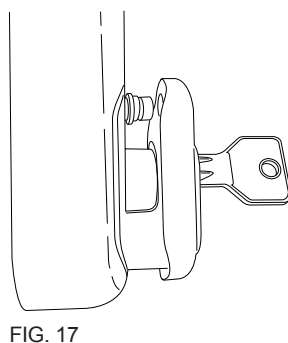

FIG. 17
2. Ruotare la chiave fino ad allineare la camma e sfilare il blocco cilindro dall'elettromaniglia fig. 17;
2. Turn the key until the cam is in line and remove the cylinder block from the electric handle (fig. 17);
2. Tourner la clé de manière à aligner la came et retirer le bloc-cylindre de la poignée électrique fig. 17 ;
2. Gire la llave hasta alinear la leva y extraiga el bloque del cilindro de la electromanilla Fig. 17;
2. Drehen Sie den Schlüssel so lange, bis der Nocken geflüchtet resultiert und ziehen Sie den Zylinderblock des Elektrodrückers ab, Abb. 17;
2. Draai de sleutel totdat de kam uitgelijnd is en verwijder het cilinderblok uit de elektrische handgreep fig. 17;